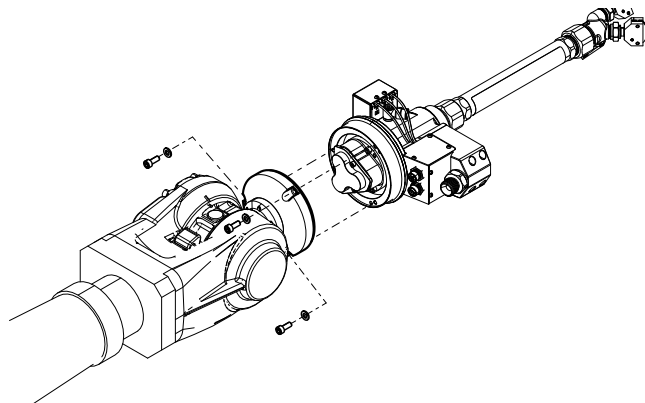

FIG. 11
5. Retirez les vis qui fixent le boîtier pivotant (511) au support anti-rotation.
6. Dévissez les trois vis qui fixent le pistolet SST Switch 3D à la bride de montage du robot. Voir Fig. 11.